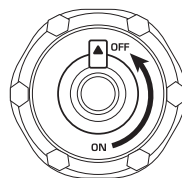

Fig. 6
7. Dopo l'arresto, lasciare raffreddare il generatore e chiudere il foro di ventilazione sul coperchio del serbatoio del carburante (posizione OFF, Fig. 6)